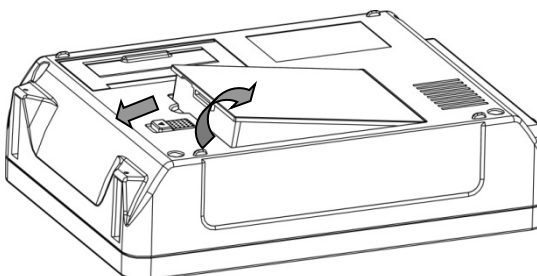

Figure 4-4 PadScan HD3 Schéma d'enlèvement de la batterie
- Enlèvement de la batterie: Déplacer le verrou vers le haut de l'appareil, tirer le boîtier de la batterie grâce l'emplacement entre la batterie et l'unité principale comme indiqué figure 4-4.